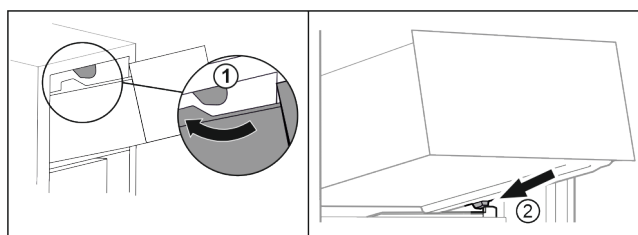

Fig. 112
- ▶ Обведите выдвижной ящик вокруг верхнего стопора. Fig. 112 (1)
- ▶ Наклоняя вниз, установите выдвижной ящик за нижние стопоры на контейнерное ребро. *Fig. 112 (2)*